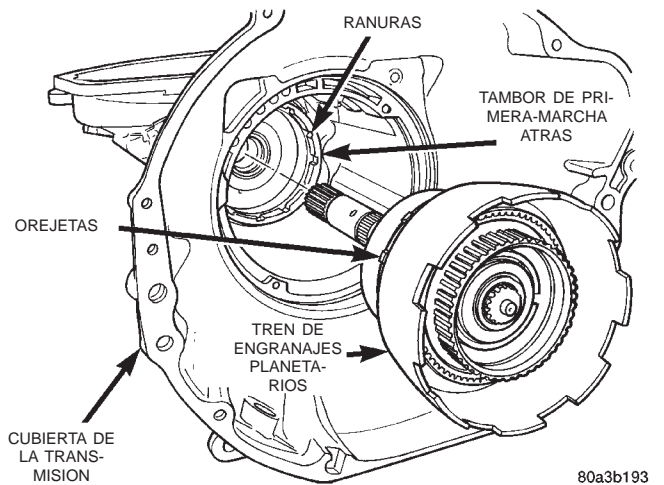

Fig. 96 Eje transmisor y tren de engranajes planetarios
(20) Lubrique el eje transmisor, el hueco del soporte trasero y la maza de primera-marcha atrás con líquido para transmisiones.
(21) Instale el eje transmisor y el tren de engranajes planetarios ensamblados en la caja (Fig. 96).
(22) Alinee las orejetas de mando en el engranaje planetario trasero con las muescas en el tambor de primera-marcha atrás (Fig. 96). Luego asiente el conjunto del planetario en el tambor.
(23) Instale el regulador en el eje transmisor.